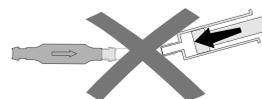

Fig. 6: Undgåelse af trykpåvirkning
**Advarsel: En trykpåvirkning ved hjælp af en engangssprøjte bør både undgås ved den proksimale og ved den distale ende (fig. 6).**